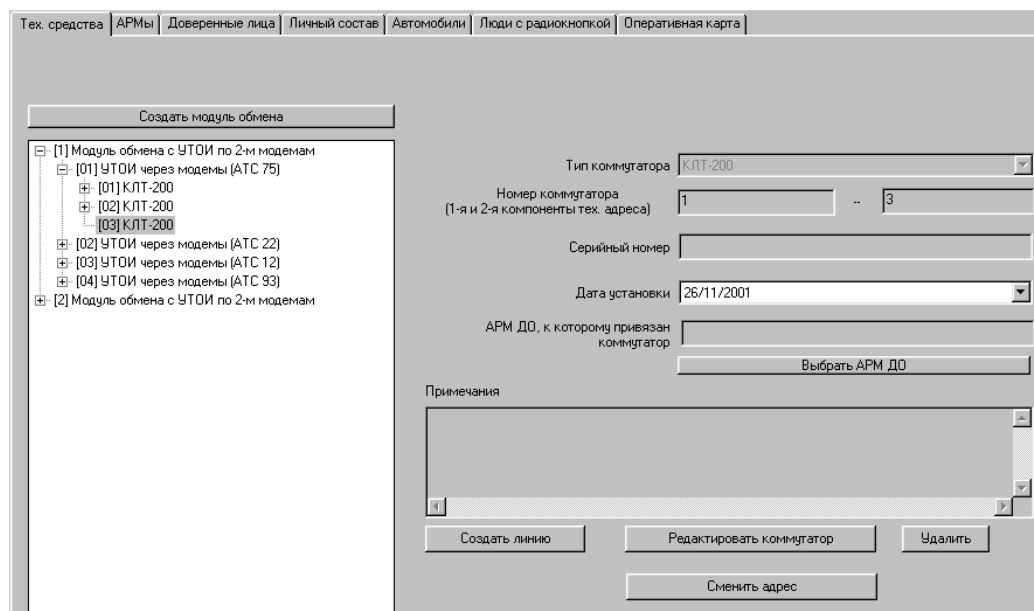

Рисунок 18
Установить маркер на введенный коммутатор и нажать в правом окне кнопку «Редактировать коммутатор» (рисунок 18).
3.3.3 Ввод, корректировка и удаление данных по абонентской линии осуществляется следующим образом. В закладке «Технические средства» установить маркер на требуемый номер коммутатора, выбрать нужный коммутатор и нажать в правом окне кнопку «Создать линию» (рисунок 18).